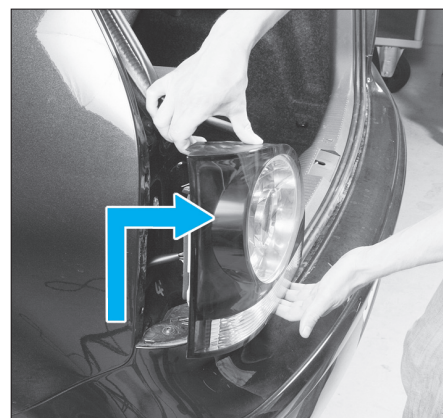

Fig. 82
- Déposer l'écrou de fixation (2).
- Dans un premier temps, tirer vers le haut le feu arrière, puis l'extraire comme illustré (Fig.82).